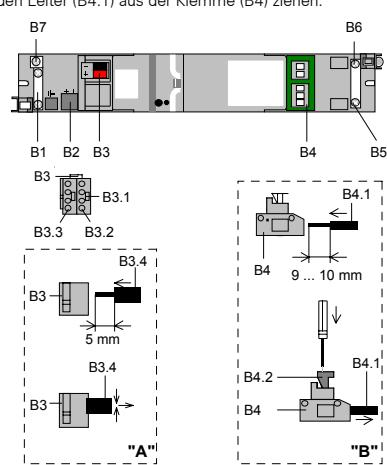

Bild 3: Anschlüsse
#### Busklemme abziehen (Bild 3)
#### Busklemme aufstecken (Bild 3)
#### Anschließen der Busleitung (Bild 3 "A")
- Der Leitungsmantel der Busleitung ist mit der Leitungsfestigung (B1) am Gehäuse des Einbaugerätes zu befestigen. Wird eine Leitung mit Abschirmung verwendet, kann diese an der Klemme (B7) festgeschraubt werden (Bild 3).
Die Ausparung (B2) dient zur Aufnahme eines Überspannungsschutzes. Die Anschlüsse werden parallel zu der Buslinie in die Busklemme eingesteckt (Bild 3).
#### Abklemmen der Busleitung (Bild 3 "A")
#### Last- und Steuerstromkreis anschließen (Bild 3 B)
- Der Leitungsmantel ist mit der Leitungsfestigung (B8) am Gehäuse des Einbaugerätes zu befestigen (Bild 3).
Die Klemmen (B5) und (B6) dienen zur Verbindung von N-Leitern (B6) und PE-Leitern (B5) mehrerer Leitungen (Bild 3).
#### Laststromkreis- und Steuer abklemmen (Bild 3 "B")